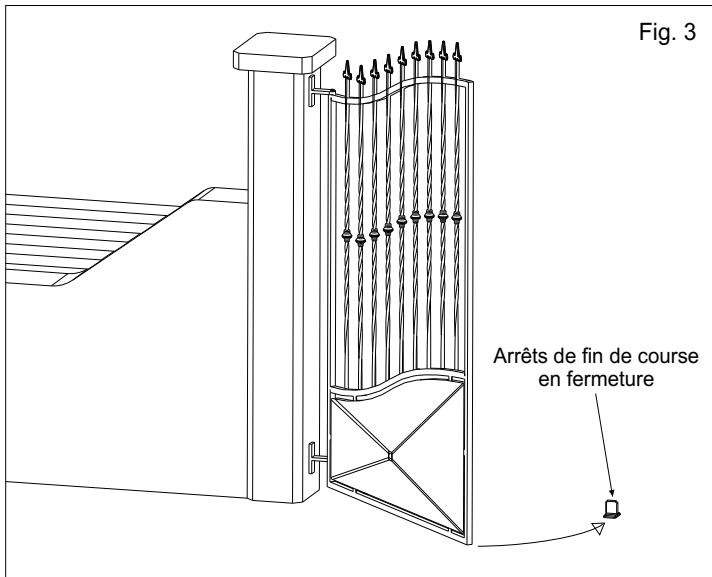

Fig. 3
- En cas de vantail avec longueur supérieur à 1,8 m et 150 kg de poids, il est conseillé de fixer au sol une feuillure mécanique en fermeture (Fig. 3).